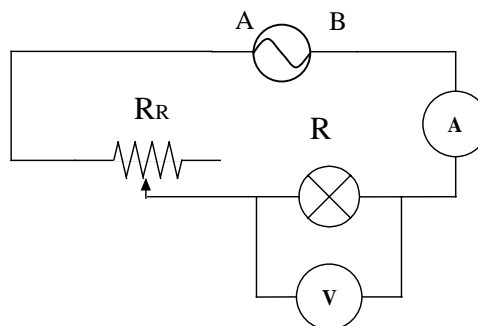

Figura 1
1. Realizar el montaje eléctrico de la Figura 1 para medir la diferencia de potencial y la intensidad de corriente que circula por una de las lámparas (\*).
5. En la Figura 1 no se han representado las resistencias internas de los aparatos de medida. Teniéndolas en cuenta se ve que, tanto con este montaje (Figura 1 bis) como con el otro posible (Figura 2), las medidas de V y de I realizadas no corresponden exactamente a la diferencia de potencial e intensidad de la lámpara. En efecto, para el primer montaje (Fig. 1 bis de la siguiente página) se tiene: